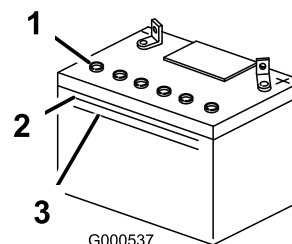

Figura 42
3. Osservate il fianco della batteria. L'elettrolito deve raggiungere la linea **superiore** (Figura 42). Non lasciate scendere l'elettrolito sotto la linea inferiore (Figura 42).
5. Togliete i tappi di spurgo dalla batteria (Figura 42).
6. Aggiungete lentamente acqua distillata in ogni elemento della batteria finché l'elettrolito non raggiunge la linea superiore (Figura 42) sulla scatola della batteria.
7. Attendete 5 o 10 minuti dopo avere riempito gli elementi della batteria. All'occorrenza, aggiungete acqua distillata finché l'elettrolito non raggiunge la linea superiore (Figura 42) sulla scatola della batteria.